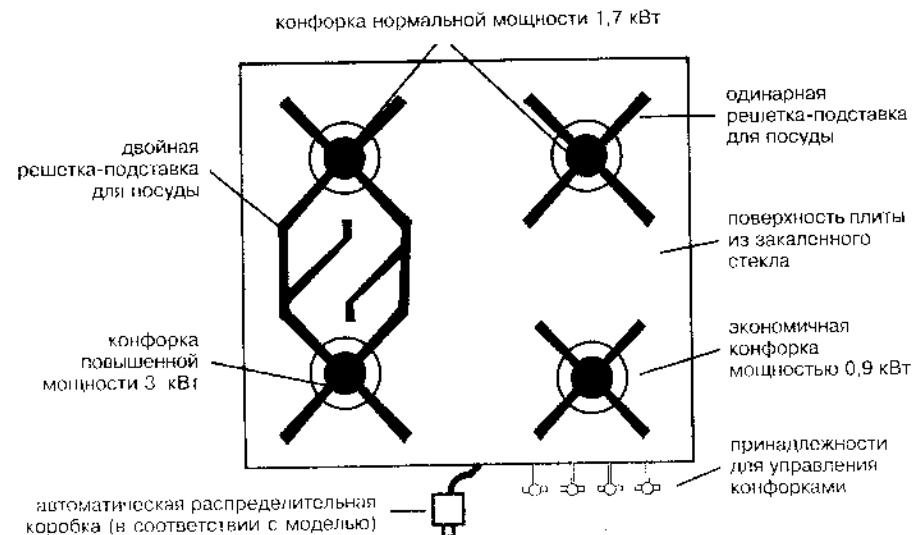

Рис. 3
- 3) Чтобы использовать алюминиевые или чугунные сковороды, керамическую посуду или другую посуду из любого материала с диаметром свыше 30 см, следует использовать дополнительный **защитный диск**, поставляемый вместе с плитой. При этом не следует использовать одновременно три остальных конфорки, чтобы избежать перегрева. **Защитный диск** следует использовать на конфорке повышенной мощности (передняя левая конфорка), особенно в случае вышеуказанной посуды (рис. 3).